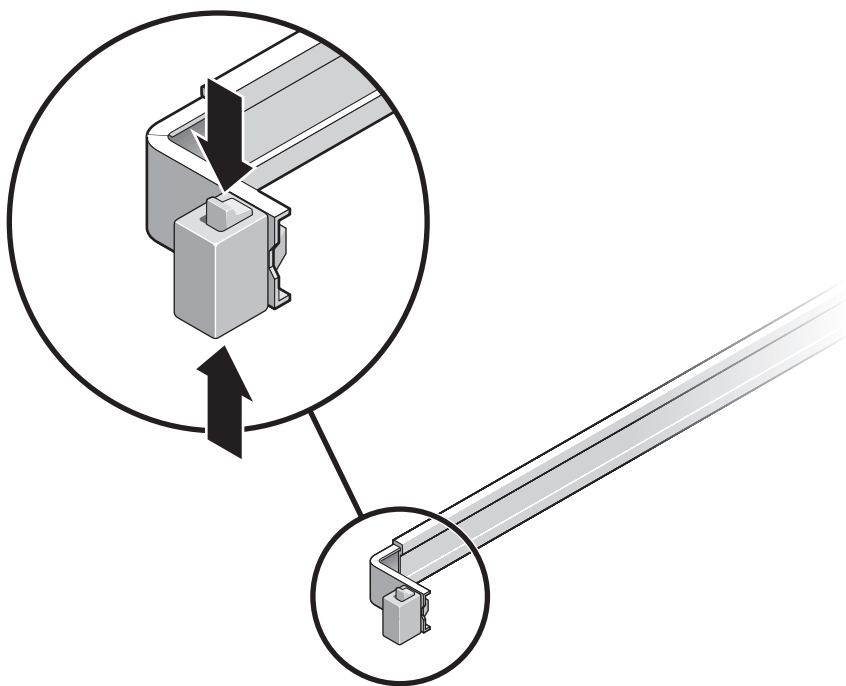

FIGURA 2-12 Sblocco del gruppo di scorrimento
2. Sbloccare i pulsanti di blocco della guida (FIGURA 2-12) sul lato destro e sinistro dello chassis ed estrarre lentamente il server dal rack fino a quando le guide non raggiungono il punto di arresto.